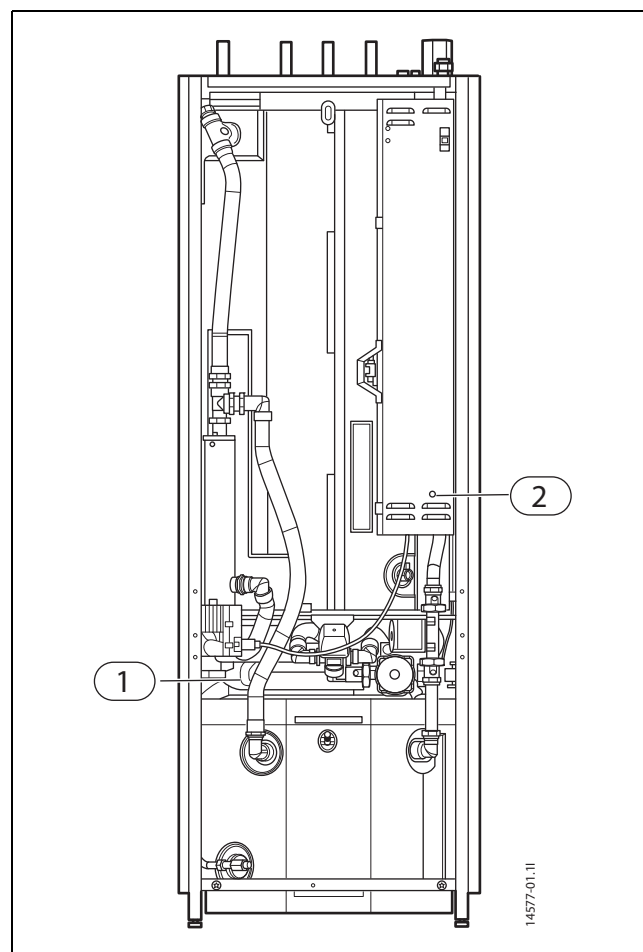

Bild 33 Kombimodul PremiumLine ACM 200-300 AW
- Kontrollér sikkerhedsventilen to gange årligt ved at trykke vippearmen ned (→ 1, Fig. 33).
- Reset overophedningsbeskyttelsen ved at trykke hårdt på knappen 2 (→ Fig. 33).